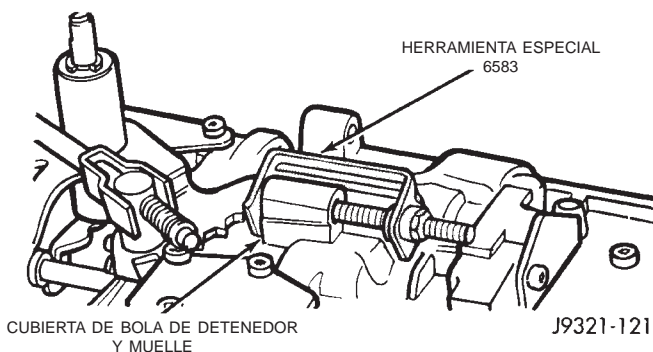

Fig. 45 Sujeción de la bola del detenedor y el muelle con la herramienta para retenes
(4) Sujete la bola de detenedor y el muelle en la cubierta con la herramienta para retenes 6583 (Fig. 45).